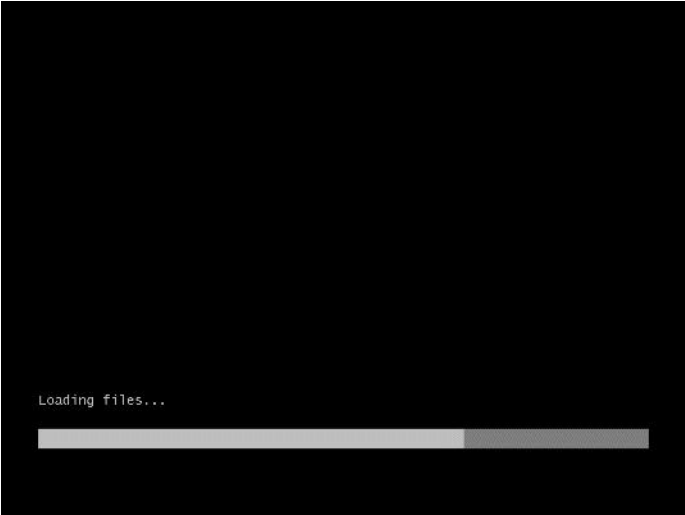

图 6-1
- 系统从光盘启动后，开始加载系统文件，如图 6-1 所示。Windows 系统文件加载需要一定时间，请耐心等待。